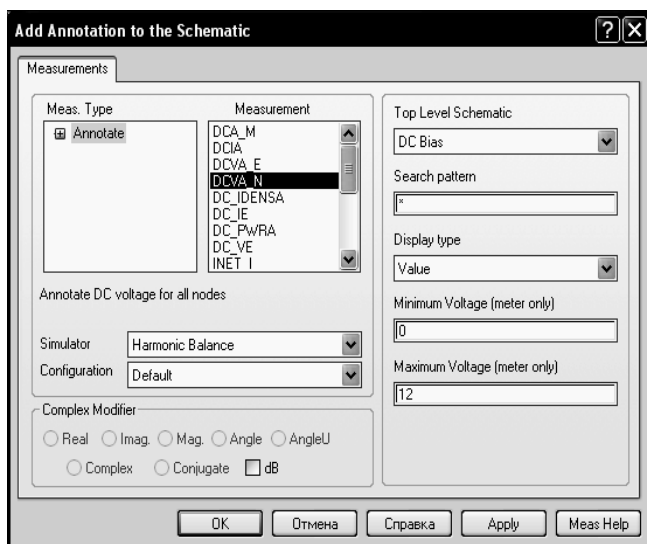

Рис. 3.8
2. Щёлкните правой кнопкой мышки по имени схемы **DC Bias** в левом окне просмотра проекта и выберите **Add Annotation**. Откроется окно рис. 3.8. В области **Measurement** этого окна отметьте напряжение постоянного тока **DCVA\_N** и нажмите **Apply**.